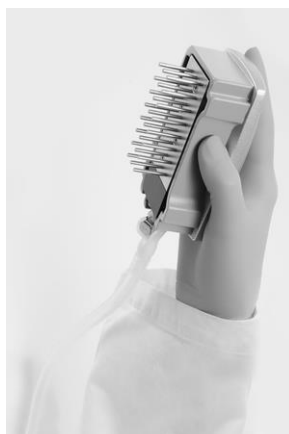

Figura 3. Illustrazione dello strumento del vuoto sollevato di oltre 90° in verticale.
9. Sollevare lo strumento del vuoto e mantenerlo reclinato di oltre 90° in senso verticale per 5 secondi, in modo da drenare tutto il liquido dalle sonde del filtro (Figura 3).
14. Sollevare lo strumento del vuoto e mantenerlo reclinato di oltre 90° in senso verticale per 5 secondi, in modo da drenare tutto il liquido dalle sonde del filtro (Figura 3).
15. Chiudere l'interruttore del vuoto sullo strumento (Off), quindi sistemare lo strumento del vuoto nella posizione di sosta (P).